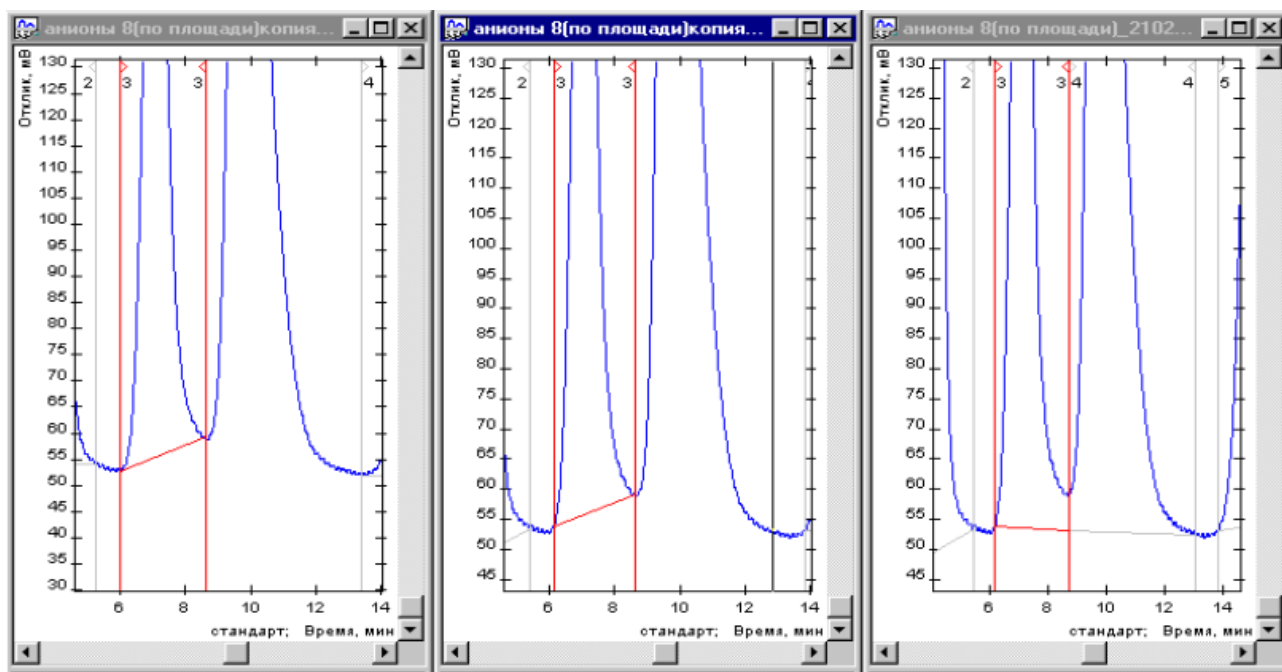

Рис. 56: 1) Исходная разметка; 2) Обозначение границы неразделённого пика; 3) Результат.
3. Отметьте границу неразделённого пика (**Рис. 56**).